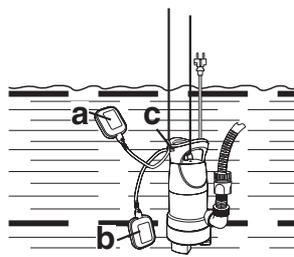

Fig. 5
Le flotteur (10) démarre l'appareil lorsque l'eau est à un niveau donné (dit niveau de démarrage) (Fig. 5, a). La pompe fonctionne en continu jusqu'à ce que l'eau descende à un niveau donné (dit niveau d'arrêt), puis le flotteur (10) éteint l'appareil (Fig. 5, b).
> La hauteur des niveaux de démarrage et d'arrêt automatique de la pompe se règle selon certains paramètres, en ajoutant ou en enlevant de la longueur au câble de l'interrupteur à flotteur (11). Le câble du flotteur (11) s'attache simplement à sa fixation (13) (Fig. 5, c).